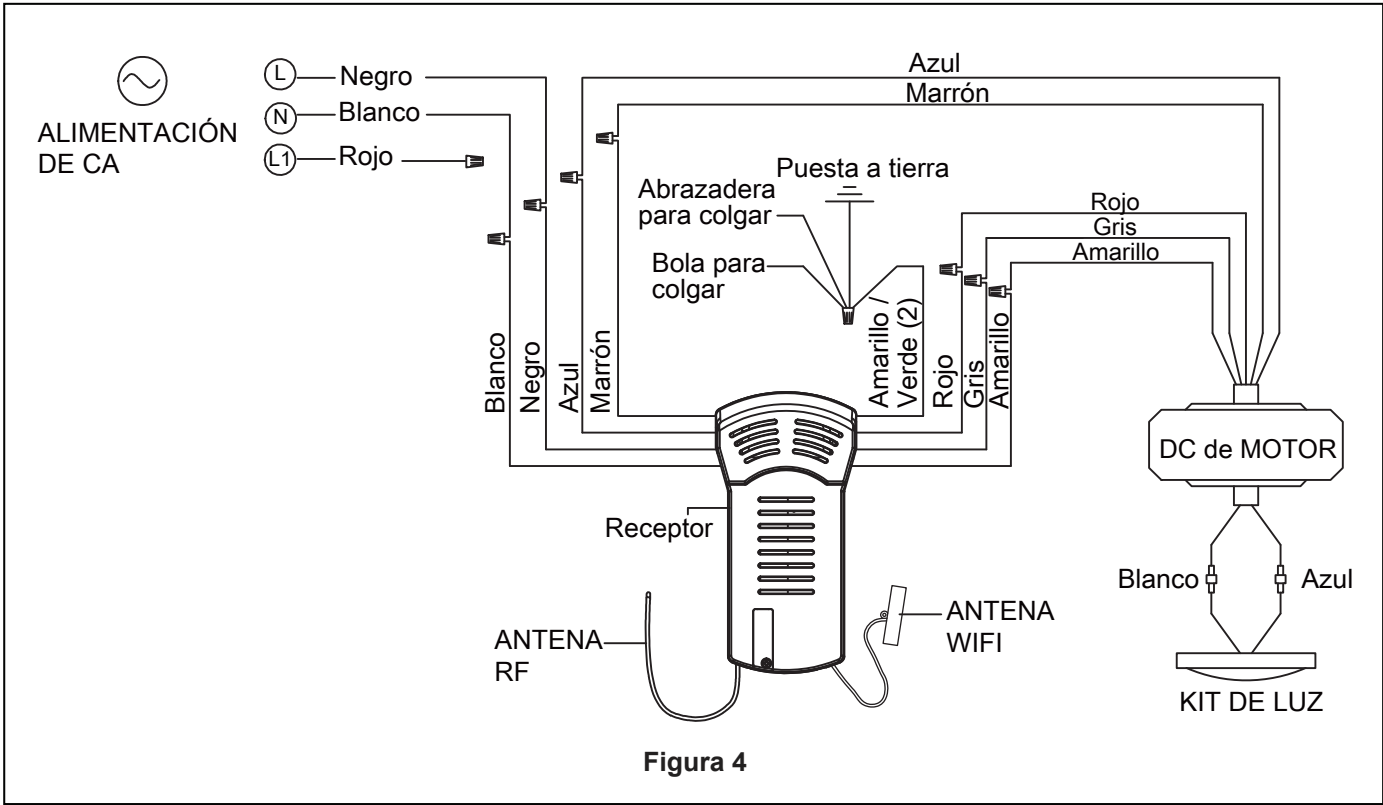

Figura 4
- ☐ 5. Fije el cable de seguridad al cable de soporte para techo. Deslice la abrazadera de cables por el cable de seguridad (del ventilador). Pase el extremo del cable a través del aro que forma el cable de soporte para techo. Tire lo más posible del cable a través del aro. Inserte el extremo del cable en el orificio de la abrazadera y ajuste firmemente el tornillo. (Figura 4)
3. Realice las conexiones de cables al bloque del terminal como se muestra en la Figura 4.